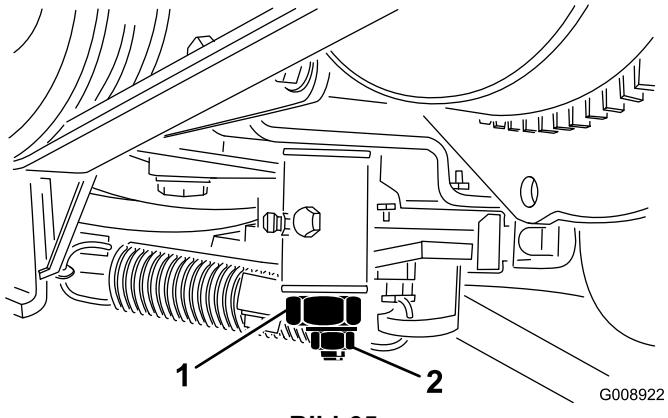

Bild 65
3. Lösen Sie die Sicherungsmutter an der Fahrantriebsnocke (Bild 65).